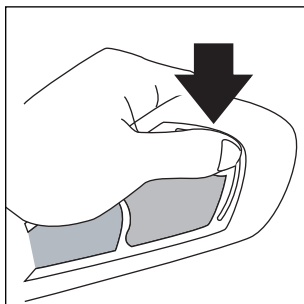

Fig. 18
- 3) Druk het lipje in het bovenste gedeelte van het frame (fig. 18).